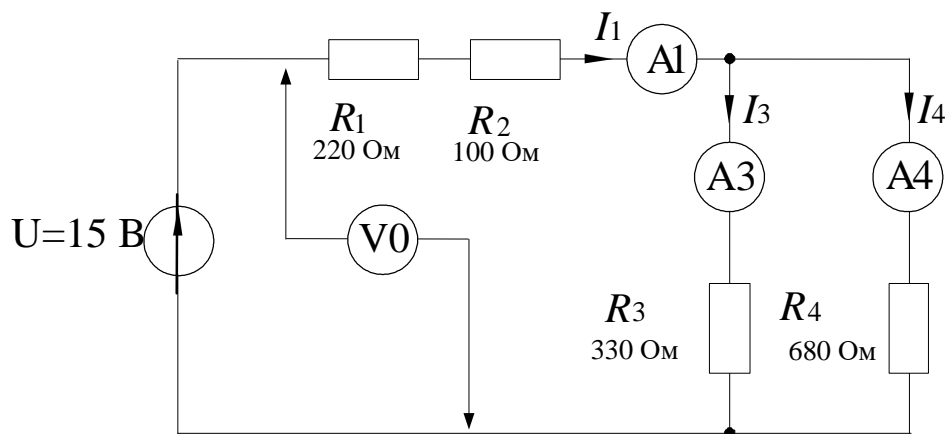

Рисунок 8 – Схема цепи со смешанным соединением резисторов
3.1. Соберите цепь согласно схеме (рис. 8) и подайте на ее вход постоянное напряжение 15 В.